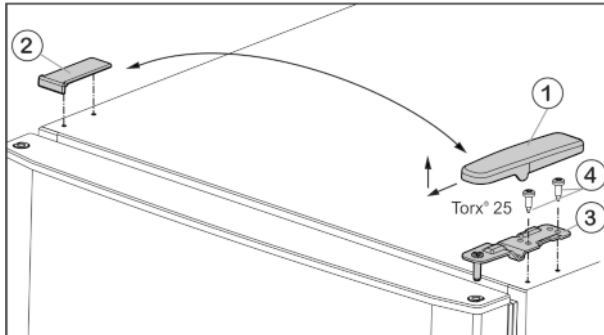
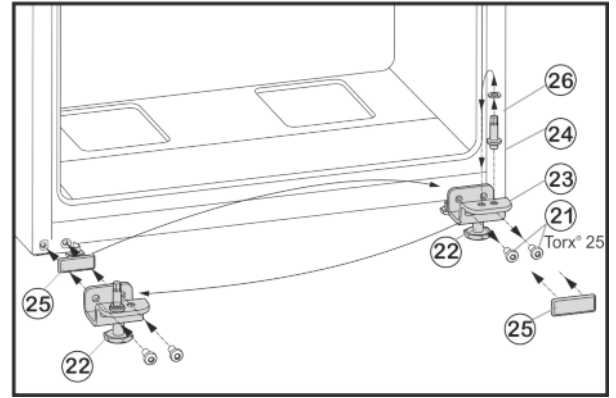

Fig. 4
Fig. 6
- Abdeckung Fig. 4 (1) nach vorne und oben abziehen.
- Abdeckung Fig. 4 (2) abheben.
- Oberen Lagerbock Fig. 4 (3) abschrauben (2 mal Torx® 25) Fig. 4 (4) und nach oben abziehen.
- Befestigungsschrauben Fig. 6 (21) abschrauben.
- Lagerbock unten Fig. 6 (23) komplett mit Lagerbolzen Fig. 6 (24), Scheibe Fig. 6 (26) und Stellfuß Fig. 6 (22), abnehmen.
- Lagerbolzen Fig. 6 (24) komplett mit Scheibe Fig. 6 (26) abschrauben, in das gegenüberliegende Aufnahmeloch des Lagerbocks umsetzen und wieder festschrauben.
- Abdeckplatte Fig. 6 (25) vorsichtig abnehmen und auf die Gegenseite umsetzen.
- Lagerbock unten Fig. 6 (23) komplett mit Lagerbolzen Fig. 6 (24), Scheibe Fig. 6 (26) und Stellfuß Fig. 6 (22) auf der neuen Scharnierseite ggf. mit Hilfe eines Akkuschraubers **fest (mit 4 Nm)** wieder anschrauben.
- Untere Tür von oben auf Lagerbolzen Fig. 6 (24) aufsetzen.
- Lagerbock Mitte (13) um 180° gedreht in die untere Tür einsetzen und mit Befestigungsschrauben (11) (2 mal Torx® 25) auf die neue Scharnierseite **fest (mit 4 Nm)** anschrauben.
- Kunststoffscheibe (10) wieder aufsetzen.
- Obere Tür auf den Lagerbock Mitte (13) setzen.
- Oberen Lagerbock Fig. 4 (3) auf der neuen Scharnierseite in die Tür einsetzen.
- Oberen Lagerbock **fest (mit 4 Nm)** anschrauben (2 mal Torx® 25) Fig. 4 (4). Eventuell einen Akkuschrauber verwenden.
- Abdeckung Fig. 4 (1) auf der Gegenseite von außen aufsetzen und einrasten.
- Abdeckung Fig. 4 (2) jeweils auf der Gegenseite von oben aufsetzen und einrasten.
- Stellfuß Fig. 6 (22) am Lagerbock unten Fig. 6 (23) herausdrehen, bis er auf dem Boden aufliegt.